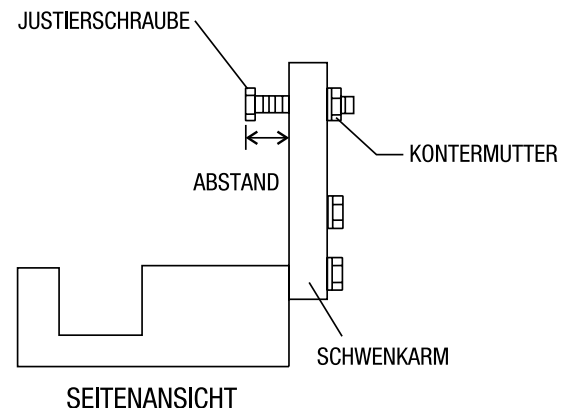

Abb. 44. Flügelarm-Justiervorrichtung, Seitenansicht
Abb. 44 zeigt die Flügelarm-Justiervorrichtung. Die Flügelarme werden nacheinander in die Vorrichtung gespannt, dort wird die Justierschraube jedes Flügelarms so eingestellt, dass sie den Anschlag an der Vorrichtung berührt. Somit werden alle Flügelarme gleich voreingestellt, was eine ebene und gleichmäßige Flügelstellung ermöglicht.
- Justierabstand (siehe Abb. 44) für den ersten Flügelarm einstellen. Die restlichen Flügelarme werden auf diesen Abstand eingestellt.